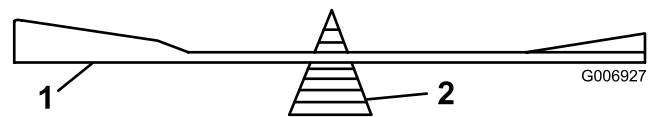

Figure 41
2. Vérifiez l'équilibre de chaque lame en la plaçant sur un équilibreur (Figure 41). Si la lame reste horizontale, elle est équilibrée et peut être utilisée. Si la lame est déséquilibrée, limer un peu le dos de la lame. Répétez la procédure jusqu'à ce que toutes les lames soient équilibrées.